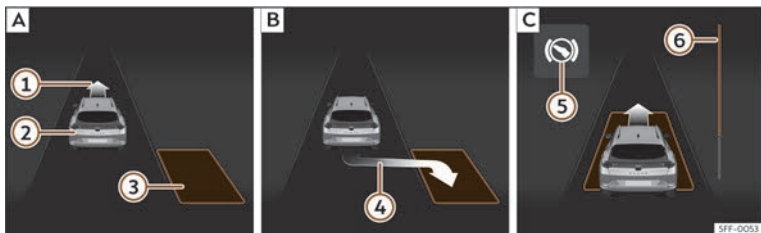
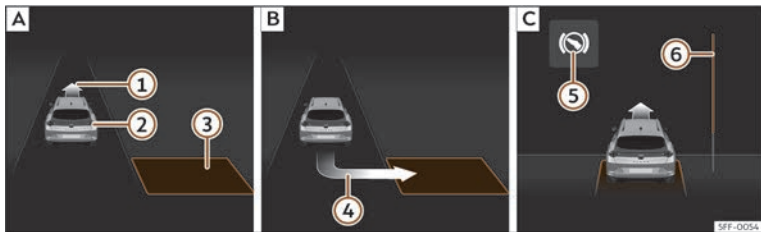

Fig. 159 Sur l'écran du combiné d'instruments : stationner en créneau. **A** : Chercher une place de stationnement. **B** : Position pour stationner. **C** : Manœuvrer.
Fig. 160 Sur l'écran du combiné d'instruments : stationner en bataille. **A** : Chercher une place de stationnement. **B** : Position pour stationner. **C** : Manœuvrer.
stationner >>> **fig. 159 B** ou >>> **fig. 160 B** a été atteinte. La place sera considérée comme « appropriée » si l'indication de stationnement ④ apparaît à l'écran du combiné d'instruments.
• Reculez jusqu'à ce que retentisse le signal continu du ParkPilot ; **OU** : reculez jusqu'à ce que l'indication de passer en marche avant >>> **fig. 159**  ou >>> **fig. 160**  apparaisse à l'écran du combiné d'instruments ; **OU** : reculez jusqu'à ce que le message **Park Assist terminé** apparaisse à l'écran du combiné d'instruments. La barre de progression  indique la distance à parcourir.
dirige le véhicule en marche avant et en marche arrière jusqu'à ce qu'il soit centré sur la place >>> **fig. 159**  ou >>> **fig. 160** .
La barre de progression >>> **fig. 159**  et >>> **fig. 160**  affiche symboliquement la distance relative qu'il reste à parcourir sur l'écran du combiné d'instruments. Plus la distance est grande, plus la barre de progression est remplie. En circulant en marche avant, le contenu de la barre de progression diminue vers le haut, et en circulant en marche arrière, il diminue vers le bas.